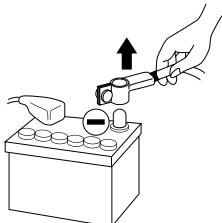

图1
- 2 - 开始安装前，请先断开电缆负极与电池的连接（图1）。
开始连接之前，请断开车辆电池的负端 (-)（图1）